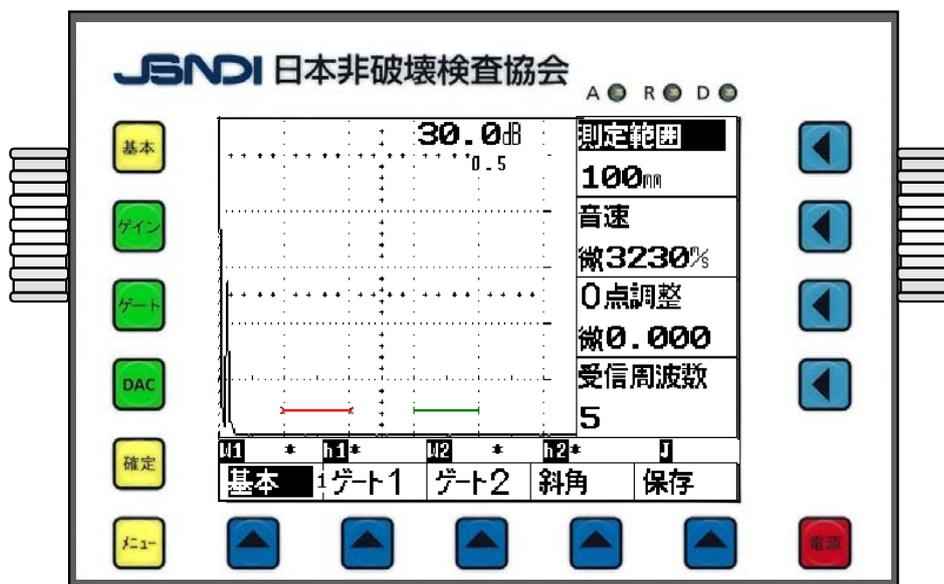

図1 初期画面
- 初期画面は、図1に示すとおりで、画面上部にゲイン値と小さくゲインの変化量（ピッチ）が表示され、右側に測定範囲、音速、0点調整、受信周波数が表示されている。初期化直後には、測定範囲は100mm、音速は3230m/sである。ゲート1の起点は20mmで幅が20mm、ゲート2は起点が60mmで幅が20mm、ゲート高さはいずれも10%になっている。
-  キーをもう一度押しと“微”の文字が数値の前に表示されて、数値を細かく変更させる事ができる。（例：図1の音速の3230m/sの前にある文字）
- 途中で操作が分からなくなった場合、  キーを押すと図1の初期画面と同じ構成の表示になる。
- ①初期画面では、図1のように、ゲート1（赤色）とゲート2（緑色）が表示されている。